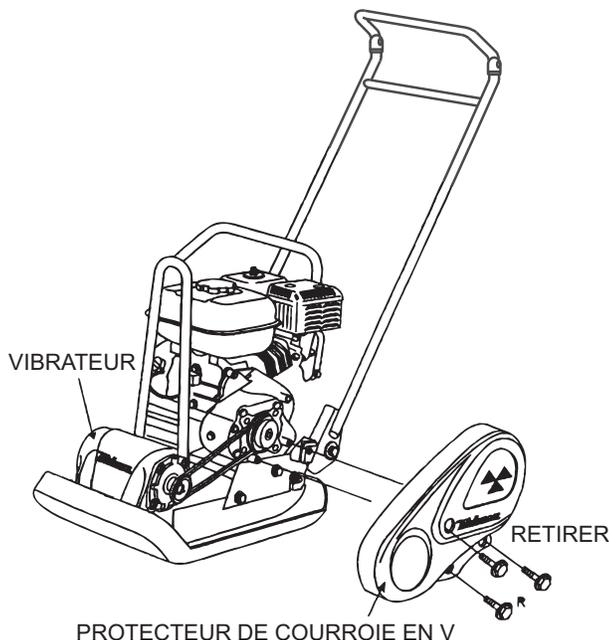

Figure 8. Retrait du protecteur de courroie en V
1. Pour vérifier la tension de la courroie en V, retirer les trois boulons qui fixent le protecteur de courroie au châssis comme l'indique la Figure 8.